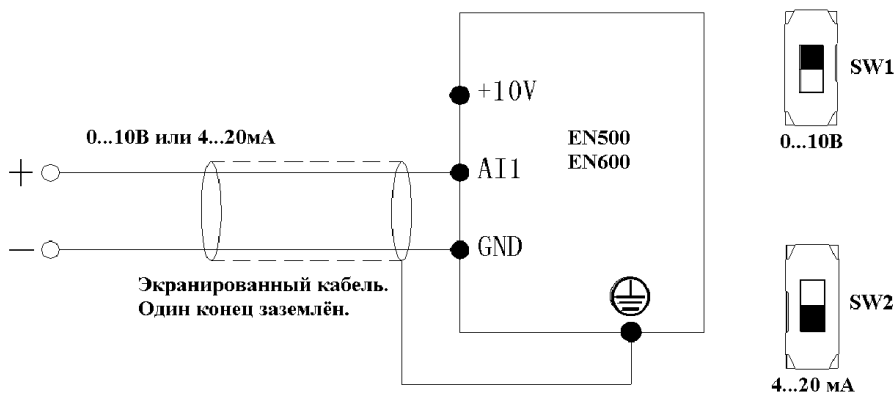

Рис.3-11 Схема подключения к входу АП1
(1) АП - Аналоговый вход по току (4...20 мА) или напряжению (0...10В), режим работы выбирается переключателем SW1, подключение на рис. 3-11.